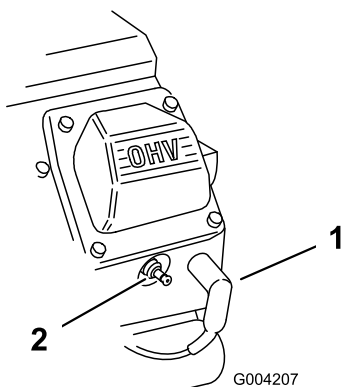

Figure 49
- Débranchez les bougies (Figure 49).
- Rebranchez le fil de la ou des bougies (Figure 49).